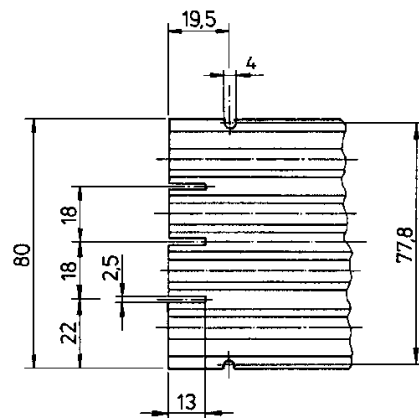

Abb. 4: Maße für Schlitzte am Ende der Schleifleitungsschiene
- Schlitzte gemäß Skizze einsägen (siehe Abb. 4).